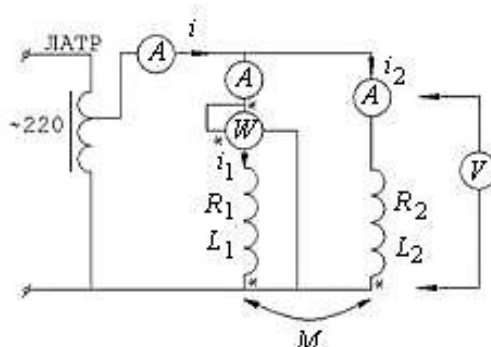

Рисунок 6.3 – Параллельное включение
6.3.5 Исследовать цепь при параллельном соединении индуктивно связанных катушек по схеме (см. рисунок 6.3).